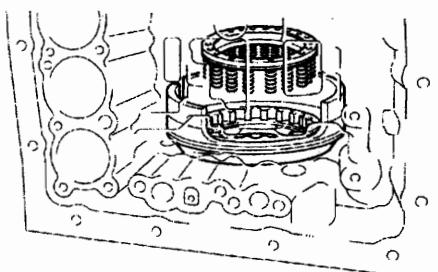

图 12-1-73
②如图12-1-73所示，将活塞回位弹簧放到4号制动活塞上。